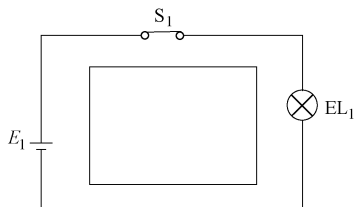

图 3-48 闭合电路
1) 电路成回路。所谓电路成回路就是电路是闭合的，如图 3-48 所示，当开关  $S_1$  接通后电路是成回路的， $S_1$  断开时电路不成回路。